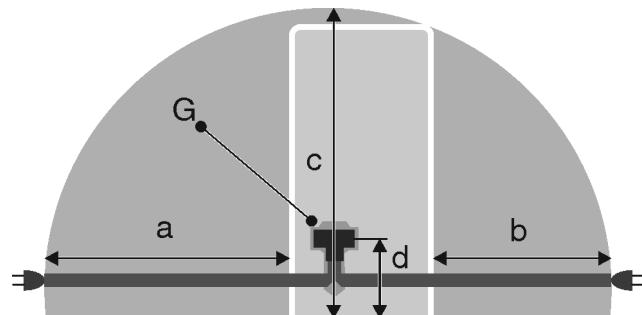

Fig. 28
- Utičnica se nalazi izvan područja bočne strane uređaja u navedenom području Fig. 28 (a, b, c).
► Utikač uređaja Fig. 28 (G) utaknite na stražnju stranu uređaja. Pripazite da ispravno uskoči.